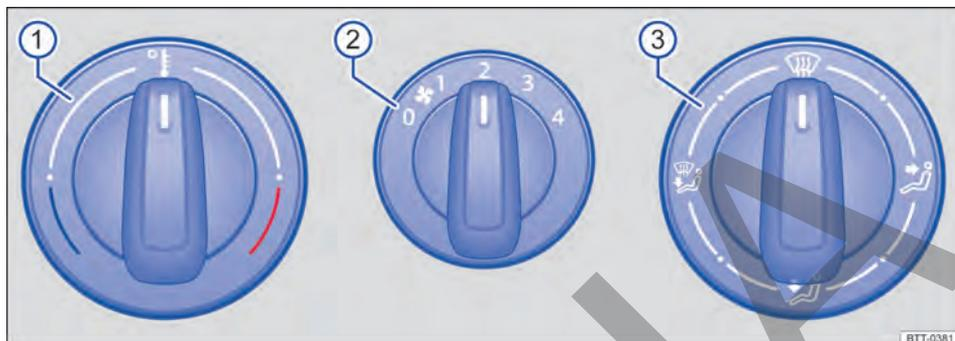
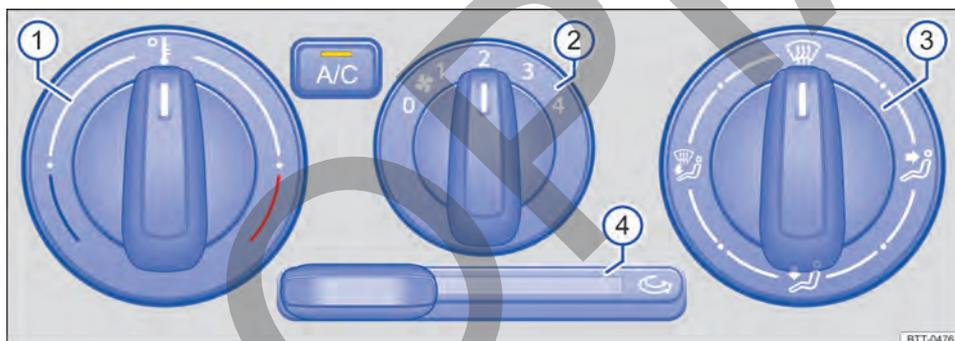

Fig. 71 En la consola central: comandos del sistema de ventilación y calefacción.
Fig. 72 En la consola central: mandos del aire acondicionado.
Tecla, regulador	Información complementaria del sistema de calefacción y ventilación → fig. 71 y aire acondicionado → fig. 72.
- En vehículos con sistema de calefacción, colocar el regulador de la temperatura → fig. 71  totalmente hacia la derecha, para la posición máxima de calefacción.
- Coloque el regulador de la distribución del aire → fig. 72 ③ en la posición ☼.
- Coloque la turbina ② en el nivel 3 o 4.
- Coloque el regulador de la temperatura ① en la posición deseada.
Encender: empujar el regulador corredizo → fig. 72  hacia la derecha hasta el tope.
Apagar: empujar el regulador corredizo → fig. 72  hacia la izquierda hasta el tope.